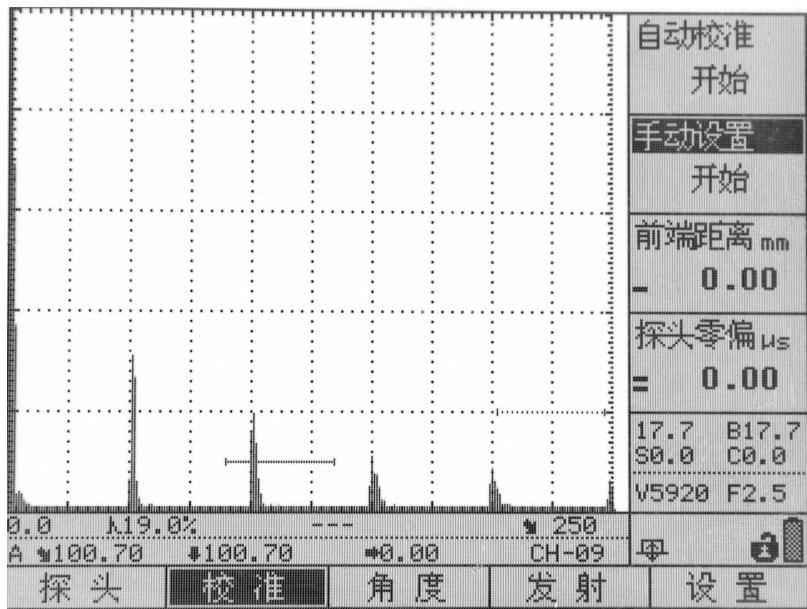

图 3.1
- 3) 选择“校准”主菜单，再选择“手动设置”子菜单，如图 3.1 所示，单击旋轮开始手动设置，按照提示依次输入声速和零偏。